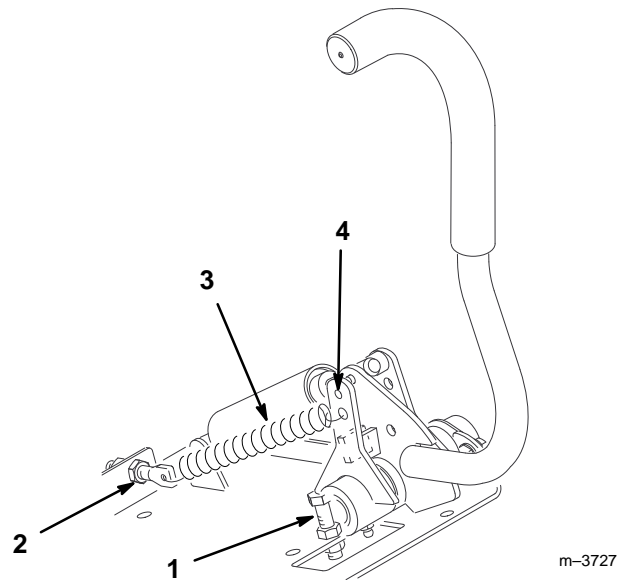

Abbildung 46
1. Die Muttern an der Anschlagschraube unter der Reglereinheit lösen (Abb. 46).
1. Zur Einstellung des Widerstands die Muttern an der Augenschraube lösen, die die Federn an der Montageplatte halten (Abb. 46).
2. Um den Widerstand zu verringern, die Muttern von den Augenschrauben herunterdrehen (Abb. 46). Die Muttern anziehen, um die neu eingestellte Position beizubehalten.
3. Um den Widerstand zu erhöhen, die Muttern auf die Augenschrauben heraufdrehen (Abb. 46). Die Muttern anziehen, um die neu eingestellte Position beizubehalten.
4. Wenn ein größerer Widerstand gewünscht wird, kann der vordere Haken der Federn in das äußere Loch in den Reglern eingehakt werden (Abb. 46).